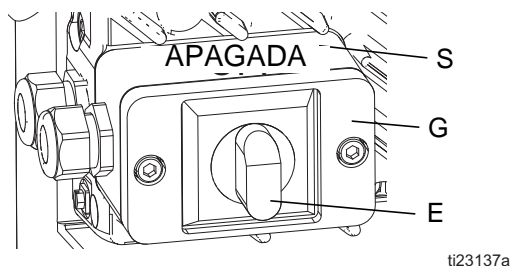

FIG. 2: Interruptor de alimentación
- Acerque el cable a la unidad y quite cuatro tornillos para separar la tapa de la caja de conexiones (G) y el interruptor de potencia (E) del pulverizador. Consulte FIG. 2.
2. Apague (posición OFF) el interruptor de encendido (E). Conecte la unidad a una fuente de alimentación. Vea FIG. 2, página 5.